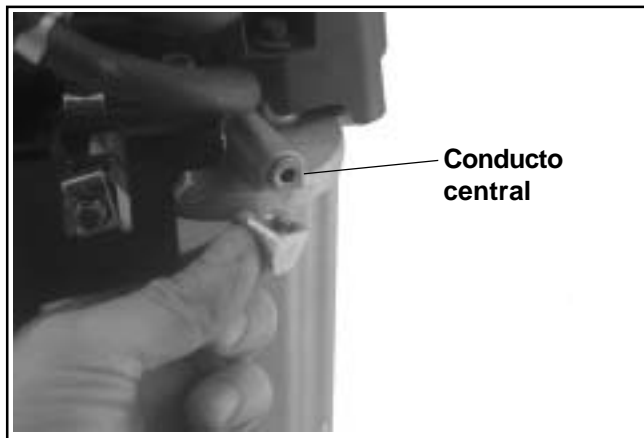
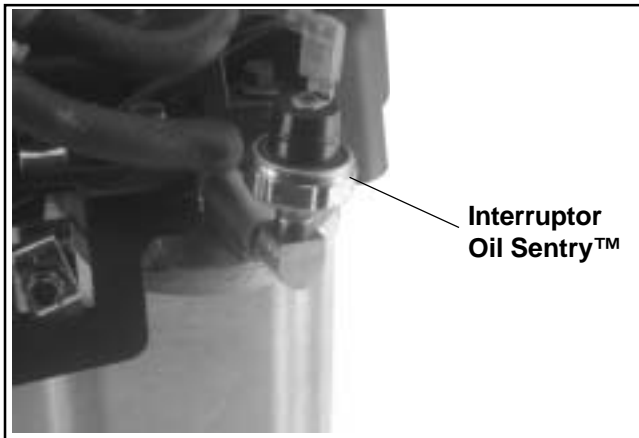

Figura 10-73. Instalación del tapón de tubería o adaptador.
Figura 10-74. Interruptor Oil Sentry™ instalado.
1. Aplique **adhesivo para tuberías con Teflon®** (Loctite® No. 59241 o equivalente), al tapón de tubería de 1/8" o al acoplamiento. Instale y apriete la pieza en el puerto de la placa de cierre. Ver Figura 10-73. Aplique un par de apriete al tapón de **4,5-5,0 Nm (40-45 in lb)** Si se ha instalado un interruptor, aplique adhesivo a las roscas del interruptor Oil Sentry™ e instálelo en el adaptador o conducto central. Aplique un par de apriete de **4,5-5,0 Nm (40-45 in lb) al interruptor** Conecte el cable verde al terminal del interruptor. Ver Figura 10-74.